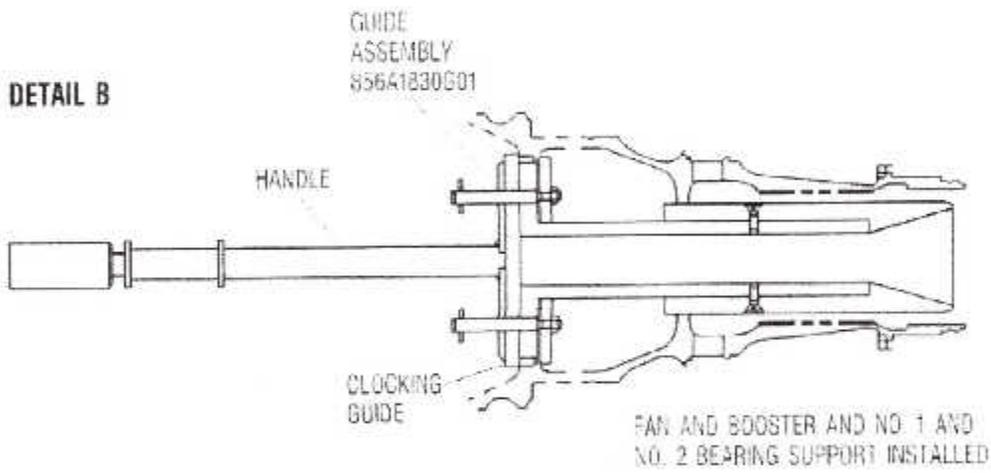

Fig. III. 54 : Installation du Guide, 856A1830G01.
5. Si le rotor du Fan est complètement installé dans le carter fan, on installe l'assemblage du **Guide.856A1830G01** (fig. III.53) a l'intérieur du Fan (fig. III.54) comme suit :